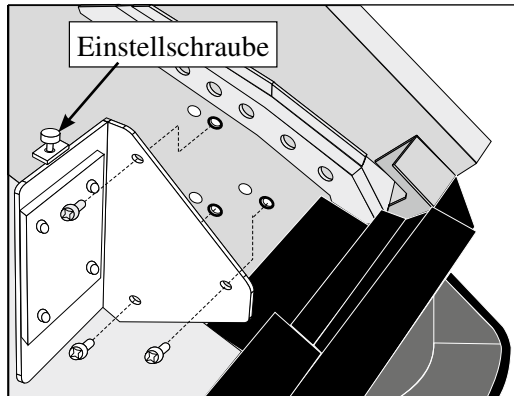

Abbildung 1:
- Halterahmen mit den mitgelieferten 3 Schrauben an der rechten Gehäusewand anschrauben. (Siehe Abbildung 1). Die Löcher im Halteblech sind Langlöcher, dadurch ist eine Justage in horizontaler Richtung möglich.